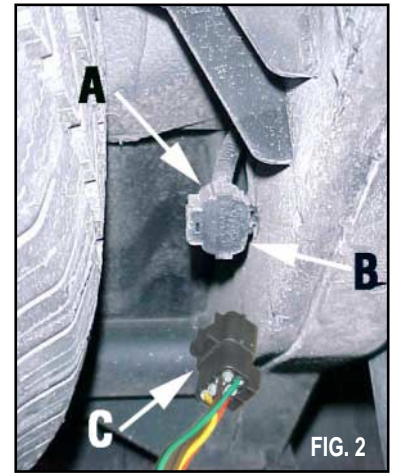

FIG. 2
3. Connect the T-Connector adapter end **C** to vehicle's connector **A**. Be sure that the T-Connector is fully inserted with locking tabs in place. (Fig. 2)
3. Raccordez l'extrémité de l'adaptateur du connecteur en T **C** au connecteur du véhicule **A**. Assurez-vous que le connecteur en T est complètement inséré et que les pattes de verrouillage sont bien en place. (Fig. 2)
3. Enchufe el extremo adaptador **C** del conector en T al conector **A** del vehículo. Asegúrese de que el conector en T esté completamente insertado con las pestañas de seguridad en su sitio. (Fig. 2)